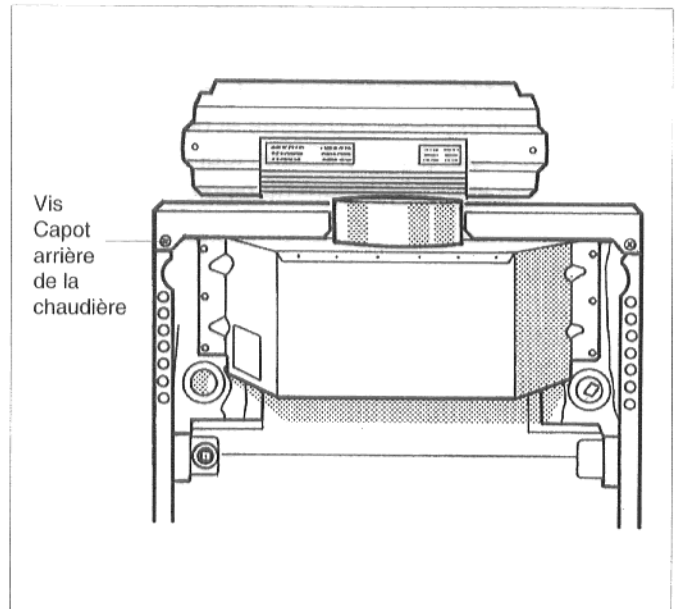

Fig. 17
- Mettre le capot arrière de la chaudière en place et le visser par l'arrière au moyen des deux vis de fixation (fig. 17).